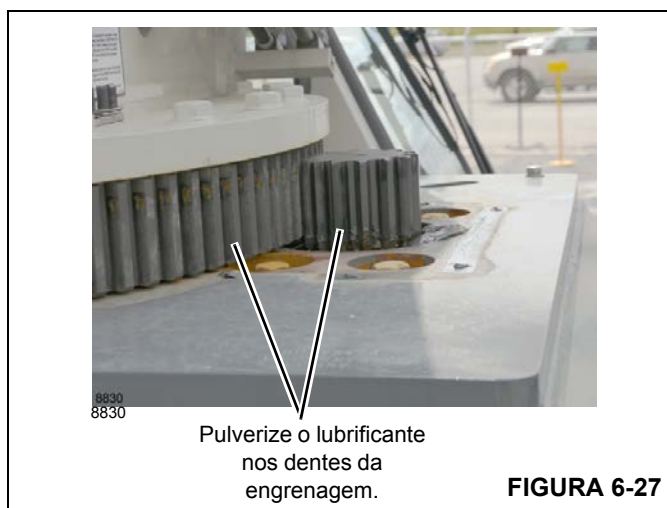

FIGURA 6-27
2. Remova a proteção do pinhão de giro (Figura 6-27).